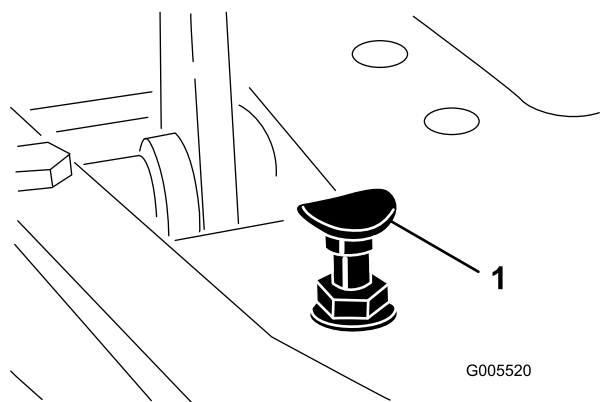

図 53
モードレバーを「移動走行」位置にセットし、ペダルを一杯に踏み込めば最高速度となります。ケーブルに張力が掛かる前にペダルがストップ 図 53 に当たる場合には調整が必要です。
1. モードレバーを「移動走行」位置にセットし、ペダルストップを固定しているロックナットをゆるめる 図 53。